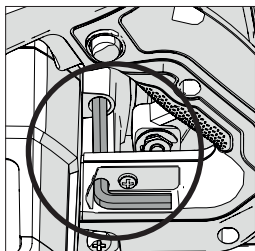

Fig. 1
- Repérez la clé hexagonale de changement de lame fournie qui se trouve dans le dispositif de rangement embarqué (au même endroit sur toutes les machines). (**Fig. 1**)